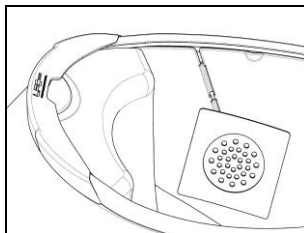

Fig. 33
- Placer le haut-parleur droit dans le siège de la joue et le fixer à l'aide de l'adhésif prévu à cet effet (Fig. 33).